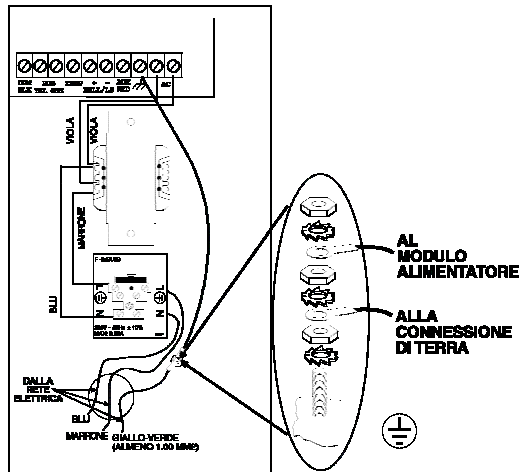

Figura 3: SMPS – Schema di Cablaggio
3. Collegare il cavo della rete elettrica della proprietà al bloccetto porta fusibile dedicato a questo tipo di connessione come mostrato sotto nella Figura 3.
| <p>TFERRA(Earth)</p>   | <p>Utilizzato per collegare il morsetto di terra al punto di messa a terra del contenitore (vedi Figura 3 a pagina 5)</p>   |
| <p>AC</p>   | <p>Utilizzati per il collegamento dei fili (solitamente di colore viola) in uscita dal trasformatore (16.5VAC/50 VA) vedi Figura 3 a pagina 5.</p>  |